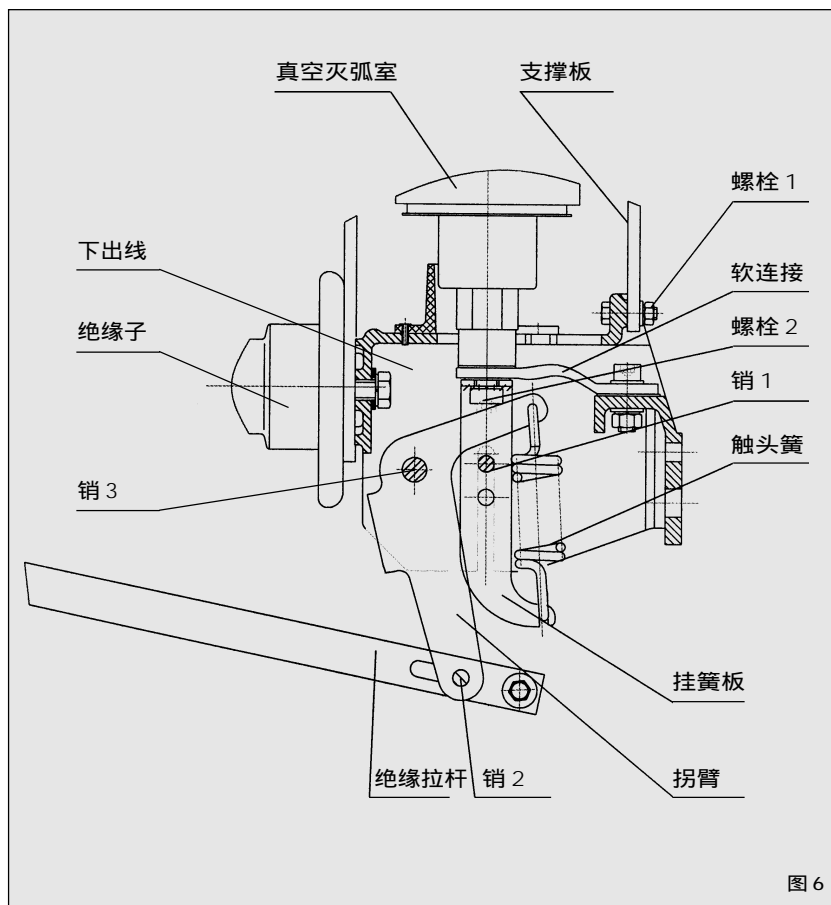

图 6
- (2) 先卸下触头簧,再卸下绝缘拉杆与拐臂连接的轴销 2 及挂簧板上的轴销 1 并且卸下拐臂上的轴销 3,然后卸下挂簧板与动导电杆连接的螺栓 2,最后双手握住灭弧室往上提即可卸下。(见图 6)
- (3) 将新灭弧室导电杆擦干净后涂上工业凡士林。
- (4) 双手握紧新灭弧室装入定位套中。
- (5) 装上下出线,注意三相垂直及水平位置不超过 1mm,拧紧各部位螺栓。
- (6) 装上轴销。
- (7) 拧紧软连接螺栓。